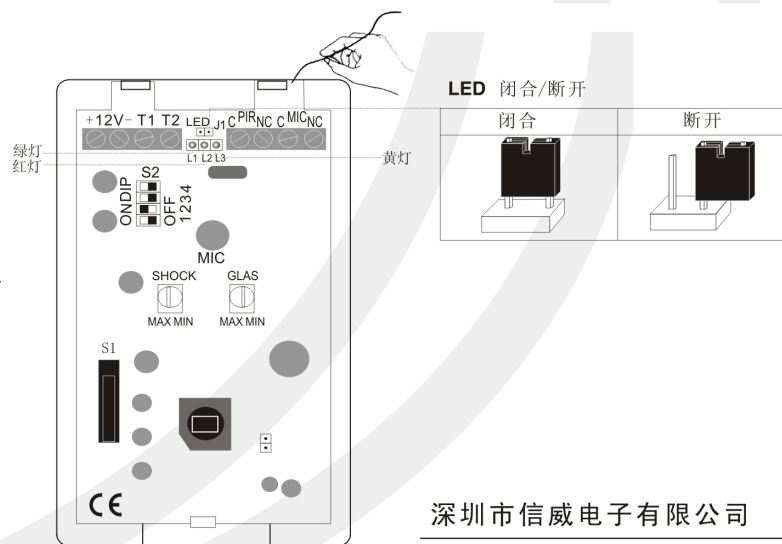

图4
需要时可通过J1开启或关闭LED指示灯，如图4所示：
必要时可以通过电位器对高频震荡(Glass)和低频震荡(Shock)的探测灵敏度做调整，如图4所示。
将测试仪靠近玻璃窗子的各个部位，依次启动所有音响。查看绿色LED和黄色LED是否会正确提示报警输出。必要时调整探测器的安装位置或灵敏度。如图4所示。
- 打开预留孔将线缆引入，如图4所示。